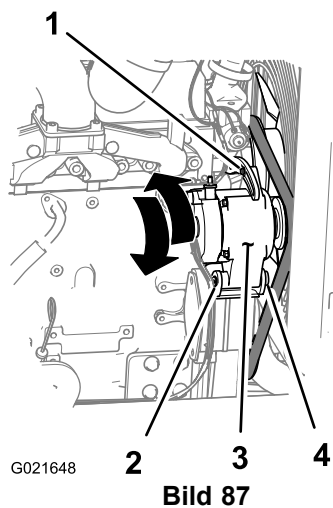

Bild 87
1. Lösen Sie die Mutter und die Schraube am Drehpunkt für die Lichtmaschine (Bild 87).
- Lösen Sie die Einstellschraube an der Lichtmaschine (Bild 87).
- Bewegen Sie die Lichtmaschine vom Motor weg, um die Riemenspannung zu erhöhen; bewegen Sie die Lichtmaschine zum Motor, um die Riemenspannung zu verringern (Bild 87).
- Ziehen Sie die Einstellschraube für die Lichtmaschine an (Bild 87).
- Wenn die Riemenspannung richtig ist, ziehen Sie die Mutter und Schraube am Drehpunkt für die Lichtmaschine an (Bild 87); wiederholen Sie sonst die Schritte 2 bis 5.
- Lösen Sie die Mutter und die Schraube am Drehpunkt für die Lichtmaschine (Bild 87).
- Bewegen Sie die Lichtmaschine zum Motor, um den Riemen so zu lösen, dass Sie ihn von der Riemenscheibe der Lichtmaschine abnehmen können (Bild 87).